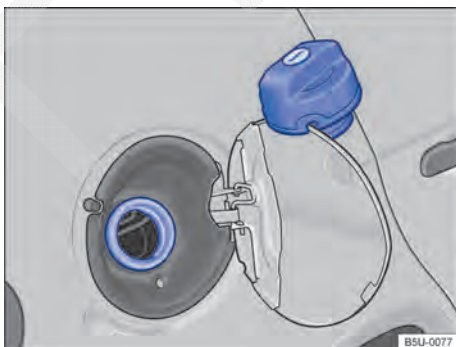

Fig. 121 Portinhola do tanque de combustível aberta com a tampa do tanque de combustível pendurada.
- Girar a tampa do tanque no sentido anti-horário e pendurá-la em cima da portinhola do tanque de combustível → Fig. 121.